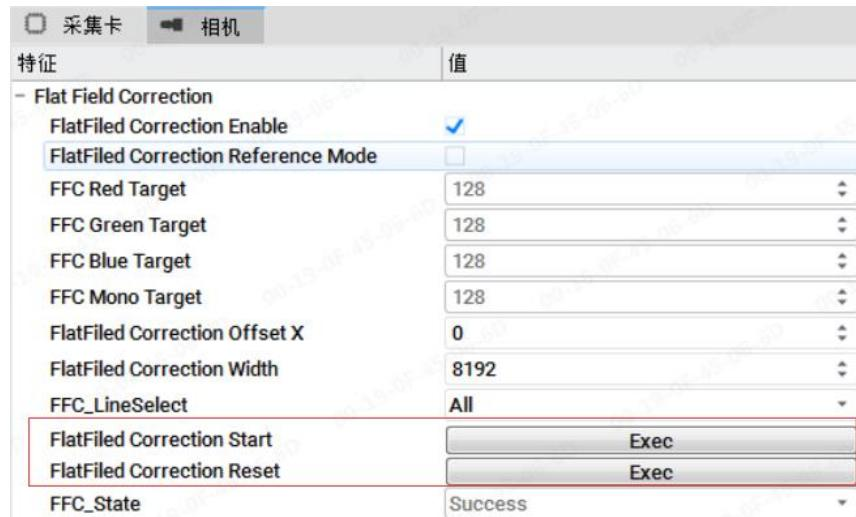

图 4.1-7 使能平场矫正
(9) 勾选 PRNU Correction Enable, 使能平场校正功能。如图 4.1-7 所示。